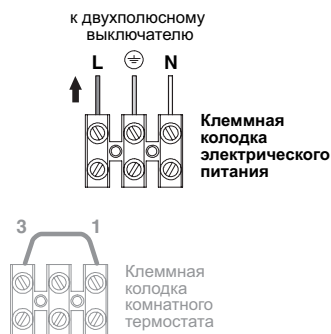

Рисунок 5.15
- Подсоедините токопроводящий кабель, идущий от всеполюсного выключателя, к клеммной колодке электрического питания котла (Рисунок 5.15), соблюдая соответствие фазы (коричневый провод) и нейтрали (голубой провод).